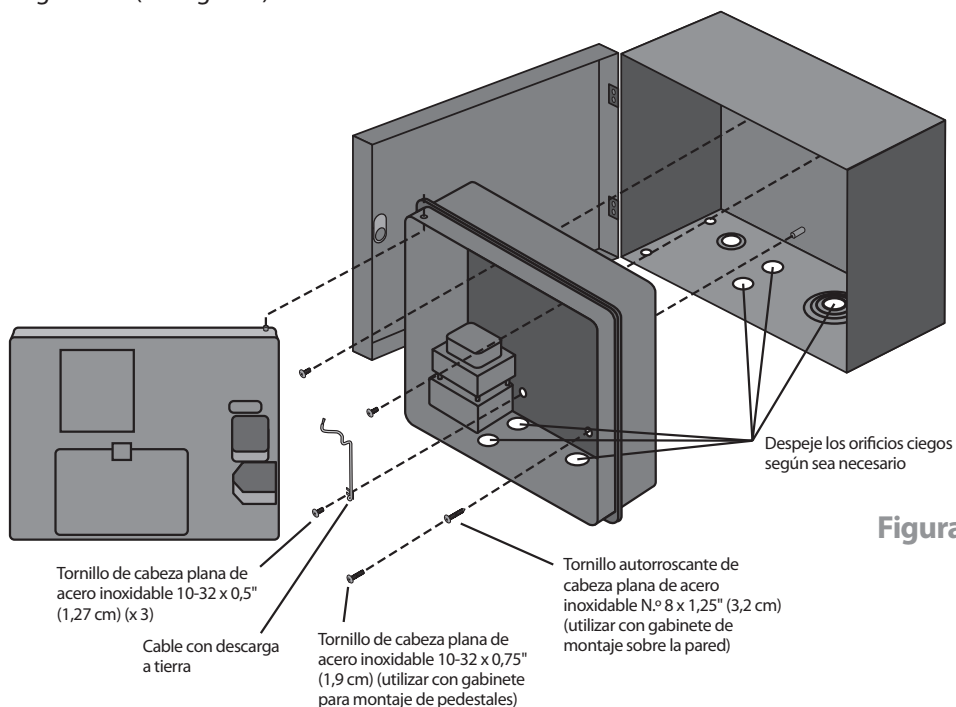

Figura 5
- Coloque el controlador en el gabinete y utilice tres tornillos de cabeza plana 10-32 x 1/2" (1,27 cm) (incluidos) para ajustar el controlador al gabinete, según se muestra en la Figura 5. Observe que el tornillo de la parte inferior izquierda también debe ajustar el terminal de horquilla del cable con descarga a tierra al gabinete de metal. Utilice los tornillos de cabeza plana adicionales 10-32 x 3/4" (1,9 cm) (incluidos) para ajustar el orificio de montaje de la carcasa del controlador inferior derecho al gabinete (ver Figura 5).